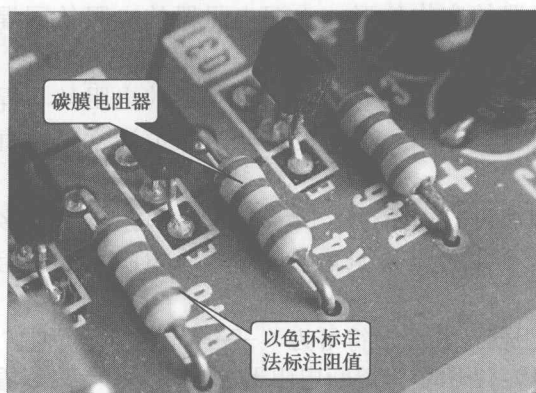

图 1-10 碳膜电阻器
① 碳膜电阻器。碳膜电阻器就是将碳在真空高温条件下分解的结晶碳蒸镀沉积在陶瓷骨架上制成的, 这种电阻的电压稳定性好, 造价低, 在普通电子产品中的应用非常广泛, 其外形如图 1-10 所示。